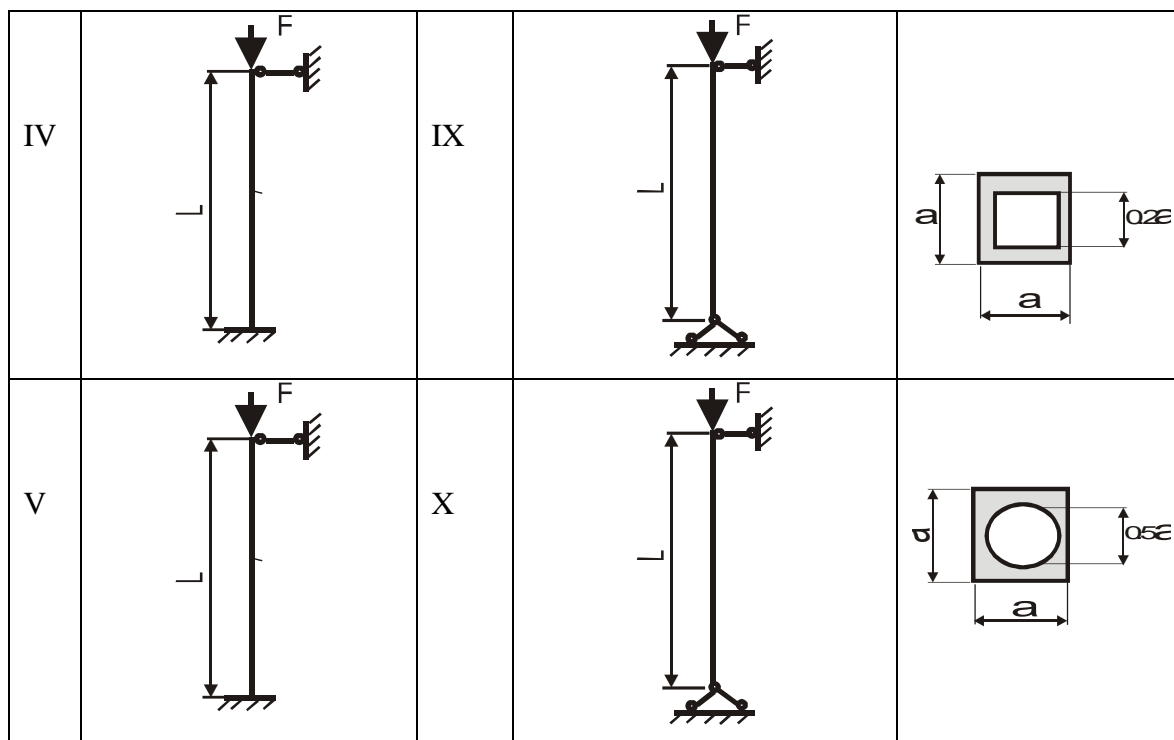

Рис. 4
**Задача 4.** Стальной стержень длиной  $L$  сжимается силой  $F$  (рис. 4). Стержень имеет различные схемы закрепления концов (два типа) и различные формы поперечного сечения (пять видов). Всего десять типов задач. Для схем I -V, коэффициент приведения длины  $\mu = 2/3$ , для схем VI- X,  $\mu = 1$ . Требуется: 1) найти размеры поперечного сечения при допусаемом напряжении  $[\sigma] = 160 \text{ Мпа}$  ( $16 \text{ кН/см}^2$ ) (расчет производить последовательными приближениями, предварительно приняв величину коэффициента  $\phi = 0,5$ );